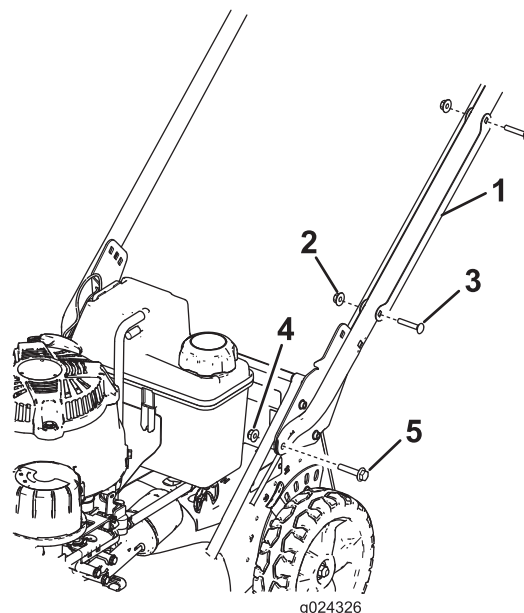

Bild 3
- Entfernen Sie die zwei Schlossschrauben und zwei Sicherungsmuttern, mit denen der Kabelschutz am Holm befestigt ist, um den Kabelschutz abzunehmen (Bild 3).
- Befestigen Sie die Enden des Holms mit zwei Sechskantbundkopfschrauben (5/16" x 1-1/2") und zwei Bundmuttern (5/16") am Mähergehäuse, wie in Bild 3 abgebildet.
1. Schlossschraube (5/16" x 1-1/2") (2)
2. Holmhalterung (2)
3. Bundmutter (5/16") (2)
7. Legen Sie die Kabelschutzvorrichtung so auf den Holm, dass die **Kabel in der Schutzvorrichtung** verlaufen, und befestigen Sie die Schutzvorrichtung mit den vorher entfernten zwei Schlossschrauben und zwei Sicherungsmuttern am Holm (Bild 3).